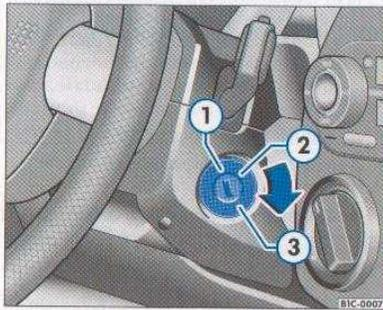

Fig. 66 Posiciones de la llave de contacto
En la posición ⇒ fig. 66 ① el encendido está desconectado y el motor parado, pudiéndose bloquear la dirección.
- Gire la llave de contacto hasta la posición ⇒ página 80, fig. 66 ③ para poner en marcha el motor.
- Gire la llave hasta la posición ⇒ página 80, fig. 66 ②. El testigo se enciende durante el ciclo de precalentamiento del motor.
- En cuanto se apague el testigo, gire la llave de encendido a la posición ③ para poner en marcha el motor y no pise el acelerador.
Cuando se gira la llave de contacto hasta la posición ⇒ página 80, fig. 66 ② se enciende un testigo, controlado por la temperatura del líquido refrigerante, para indicar que se está produciendo el necesario precalentamiento ⇒ página 8.
- Gire la llave a la posición ⇒ página 80, fig. 66 ①.